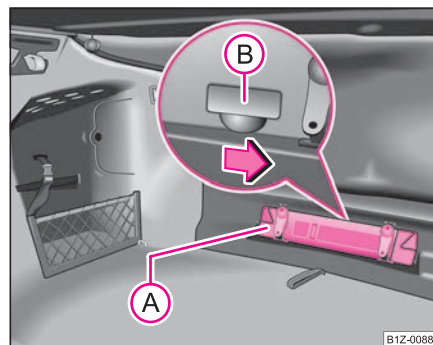

Fig. 31 Descuierea de urgență a capacului portbagajului
- Scoateți triunghiul reflectorizant* (A) ⇒ fig. 31.
- Apăsați maneta de deblocare în sensul indicat de săgeată, pentru a descuri capacul portbagajului. Maneta se găsește sub capacul (B).